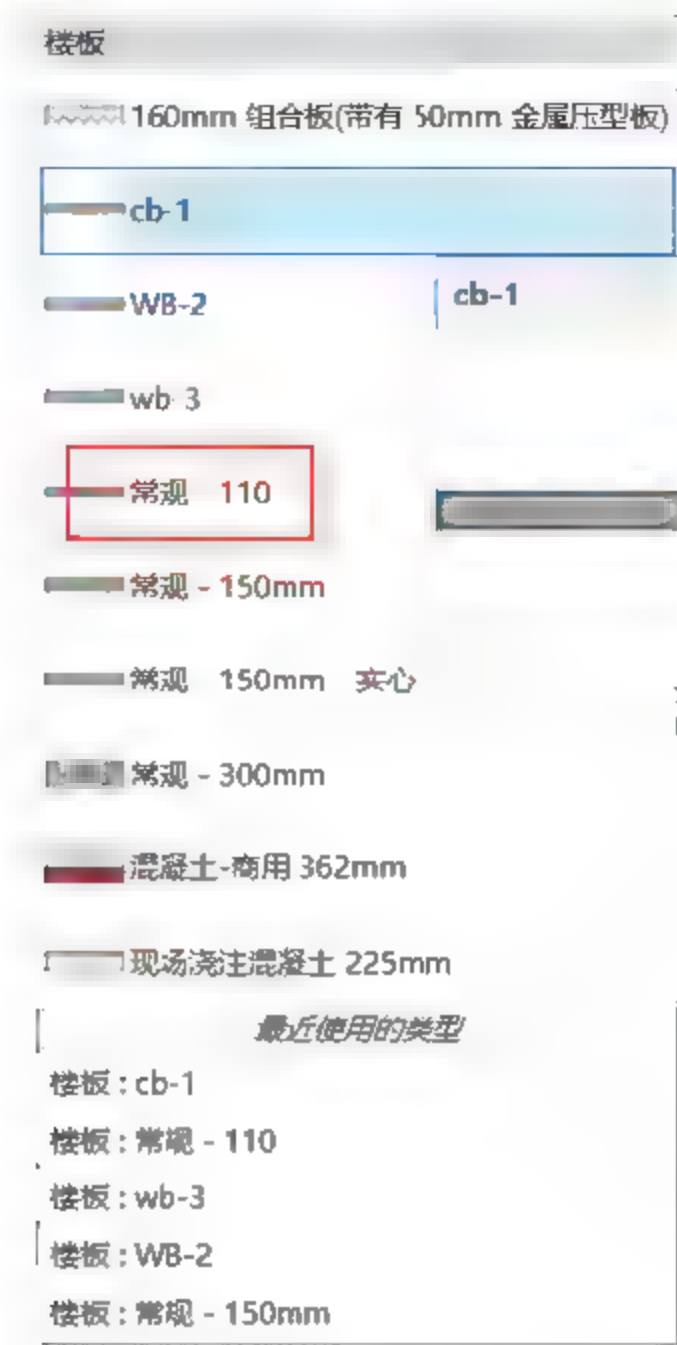

图 5.3.13 选择板类型
(9) 绘制雨篷。按快捷键 S+B (绘制板命令)，在“属性”面板中选择“楼板-常规-110”板类型，如图 5.3.13 所示，接下来开始绘制雨篷。